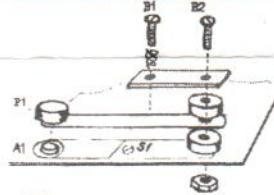

Рис.3 Конструкция вибродатчика
- установите неподвижный контакт A1 вибродатчика на плату (см. рис. 3), используя детали, входящие в комплект набора;